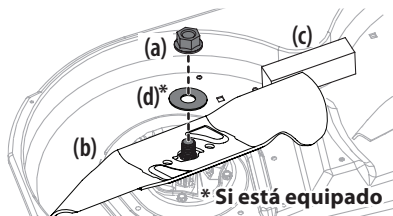

Figura 47
- Use una llave de 15/16" para sostener la tuerca hexagonal en la parte superior del conjunto del husillo cuando afloje la tuerca hexagonal (a) y arandela (d)* que fijan la cuchilla (b). Se puede colocar un bloque de madera (c) entre el alojamiento de la plataforma y el borde de corte de la cuchilla (b) para ayudar a aflojar la tuerca hexagonal (a) y arandela (d)* que fijan la cuchilla. Vea la Figura 47.
2. Cuando reinstale las cuchillas, asegúrese de lo siguiente (vea la Figura 47 en la página 69):